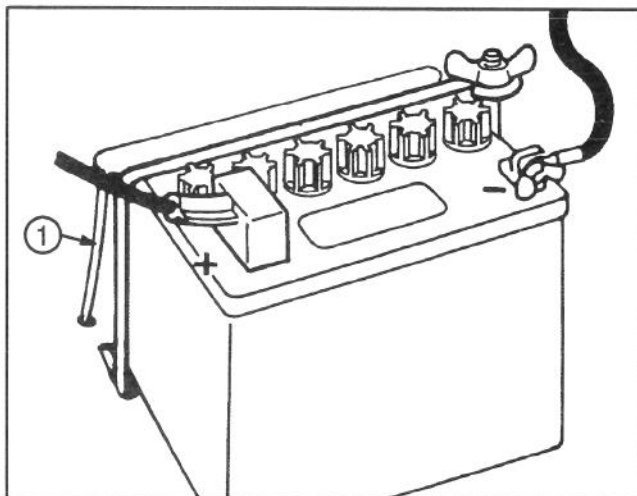

Figure 9
9. Installer la batterie de façon à ce que les bornes soient dirigées vers l'arrière de la machine et que le tube d'aération soit sur la gauche de la batterie, à travers le trou du cadre (Fig. 9).
11. Installer le câble positif rouge (enveloppe caoutchouc sur l'extrémité) sur la borne positive (+) et le câble négatif (noir) sur la borne négative (-) de la batterie et les fixer à l'aide des boulons à tête et des écrous papillons. Glisser l'enveloppe de caoutchouc sur la borne positive afin d'éviter toute possibilité de court-circuit (Fig. 9).